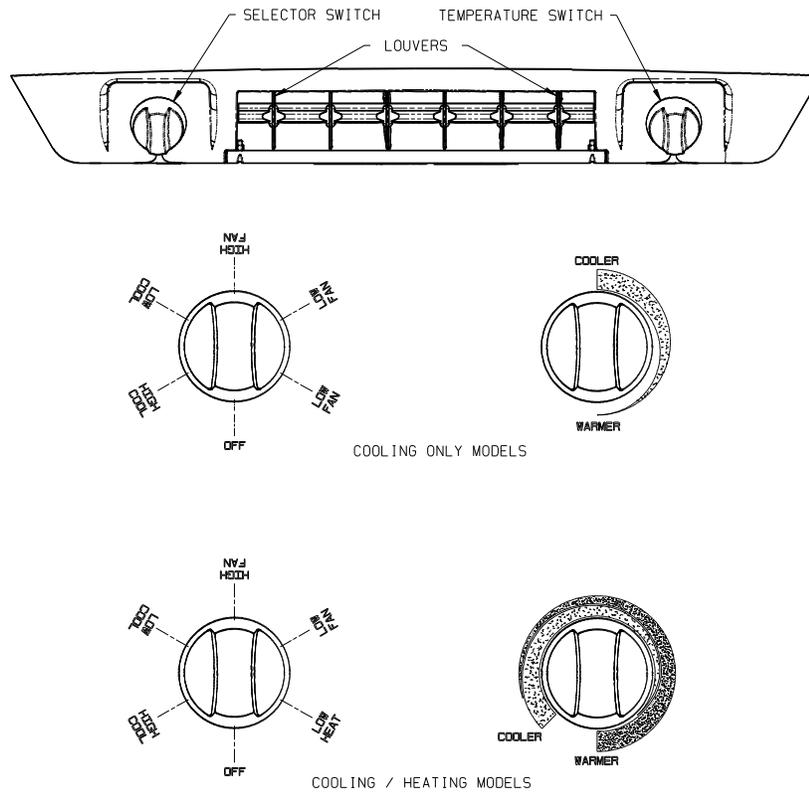

FIGURE 1
A. The Selector Switch – The selector switch determines which mode of operation the air conditioner will be in. By rotating the selector switch, the operator can obtain any system function desired. System functions vary depending upon options of both the roof top unit and ceiling assembly. Figure 1 shows selector switch location and lists all available functions by model.
For “Heat/Cool” models, the thermostat also controls the “ON” and “OFF” temperature settings of the heater assembly (See Figure 1).
I. For Cooling (Refer to Figure 1, page 3).
IV. For Heating (“Elect-A-Heat” Ceiling Assembly Model Only) Refer to Figure 1, page 3).
V. For Air Circulation Only (Refer to Figure 1, page 3).
Le sélecteur détermine le mode de fonctionnement du climatiseur. En le tournant, l'opérateur peut obtenir toutes les fonctions du système voulues. Celles-ci varient selon les options de l'unité du toit et du plafond. Le figure 1 illustrent l'emplacement du sélecteur et énumèrent toutes les fonctions disponibles par modèle. La section «fonctionnement» explique les caractéristiques de fonctionnement de chaque mode.
Pour les modèles «chaleur/refroidissement», le thermostat contrôle aussi les réglages de température «ON» et «OFF» du radiateur. Voir figure 1 à la page 3.